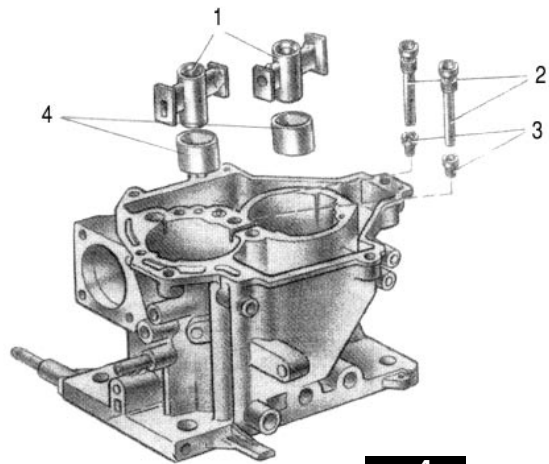

рис. 4
Далее нужно сделать еще одну замену. Установить один общий карбюратор от ВАЗ-2108 типа ДААЗ 2108-1107010, предварительно доработав его. Для этого заменить (рис.4) топливные жиклеры (3) на жиклеры с отверстием 0,71 мм (2), в первичную камеру установить воздушный жиклер вторичной камеры, а во вторичную камеру установить жиклер с отверстием 0,9 мм. На распылителе (1) установить втулки 4, уменьшающие сечение просвета камеры ровно в два раза.